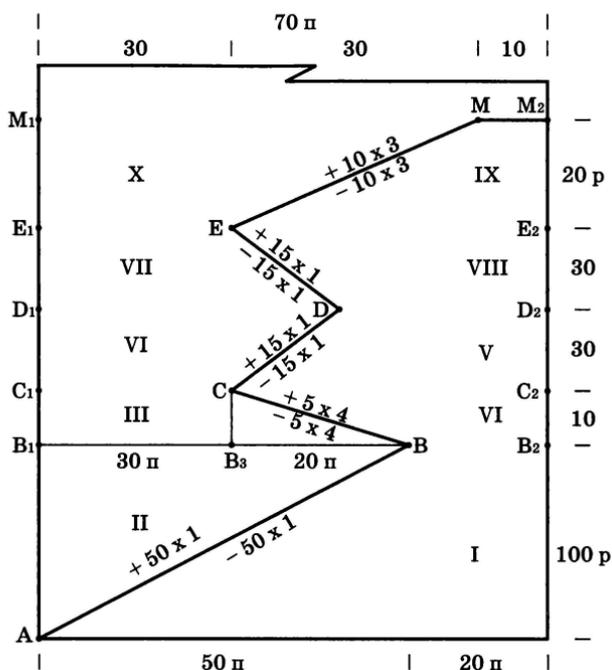

Рис. 64. Ломаная вертикальная линия
**Пример расчета и выполнения соединения двух цветов по ломаной вертикальной линии** (рис. 64). Ломаная вертикальная линия ABCDEM образована наклонными AB, BC, CD, DE и EM. Каждая из составляющих имеет свой угол наклона к горизонтали, что и определяет различную скорость убавления (прибавления) петель для выполнения их внешних (внутренних) граней.